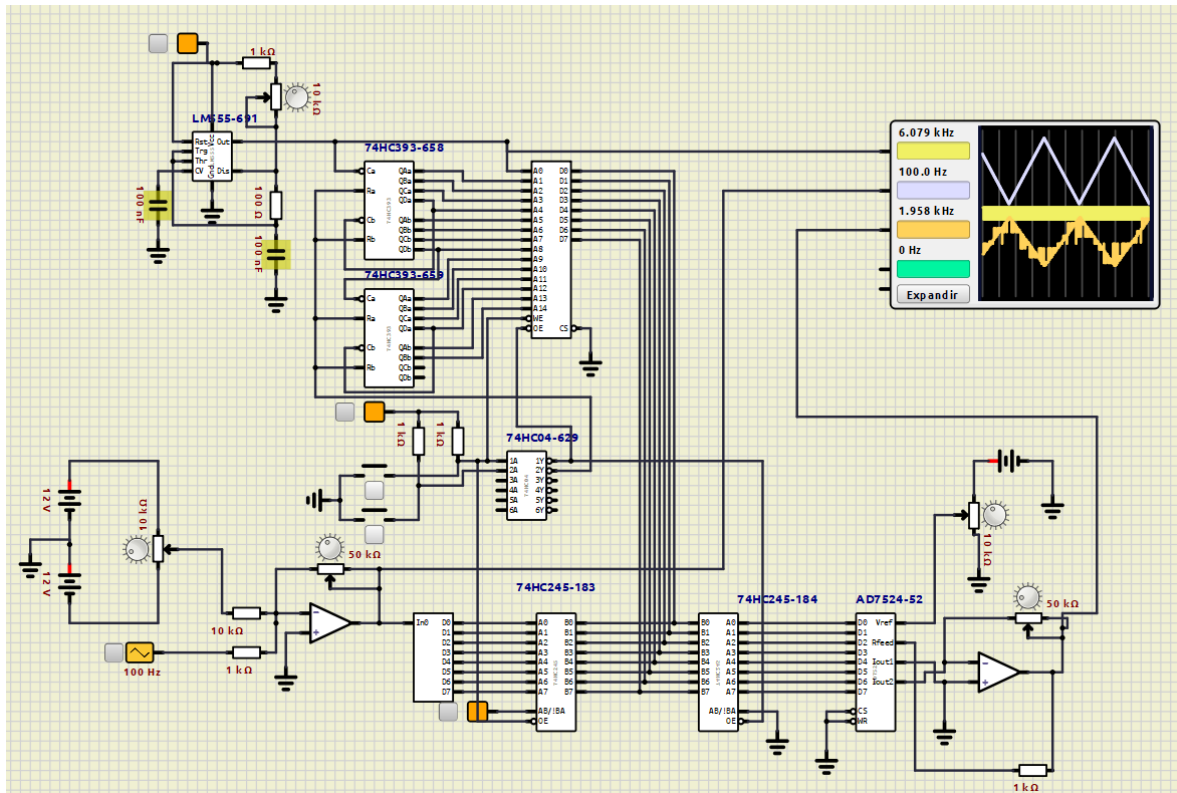

Figura 8.2. Simulación del sistema de grabación
2. Realice la simulación de la figura 8.2 con el software SimulIDE, siguiendo los pasos de la practica hasta que pueda visualizar en el osciloscopio la señal grabada en la memoria.